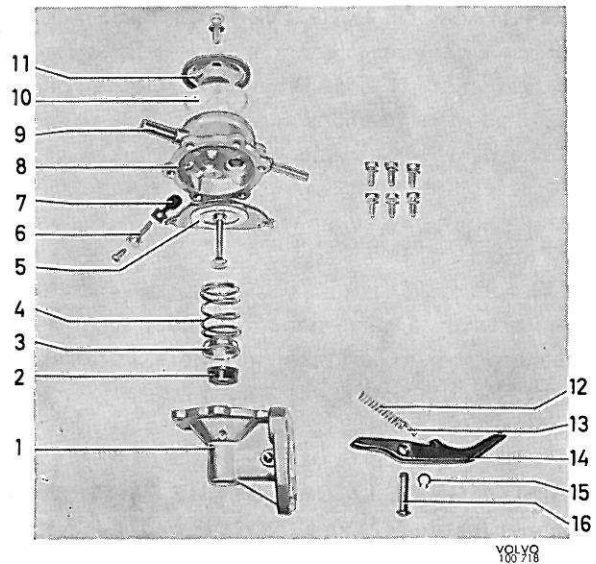

Figure 102. Pompe à essence, type II
2. Enlever le circlips (15, figure 102) de l'axe (16) du levier (14). Extraire l'axe. Déposer le levier (14) et le ressort (12).
3. Enlever la membrane (5) avec le ressort (4), la coupelle de ressort (3) et le joint caoutchouc (2). On peut ensuite démonter le ressort après avoir déposé le joint caoutchouc de la rondelle nylon.
4. Enlever la vis sous la partie supérieure du corps de pompe, déposer le doigt d'arrêt (6) et le ressort (7). La soupape d'aspiration ne peut pas être démontée.